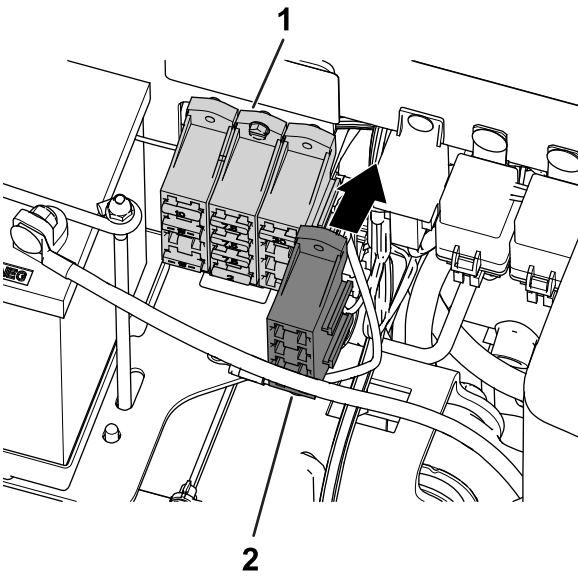

Figur 6
1. Dra kablaget under sätet (Figur 6).